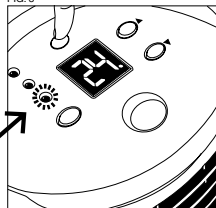

FIG. 4
- Seleccione la potencia que desee tal y como se explica en el apartado anterior, y presione el botón ▲ (8) ó ▼ (9). La pantalla (6) mostrará la temperatura seleccionada y parpadeará. Después se mostrará la temperatura ambiente.
- Nota: Seleccione la temperatura que desee (entre 5°C y 35°C) pulsando los botones ▲ (8) ó ▼ (9) (Fig.4). El aparato viene programado a 24°C de fabricación.